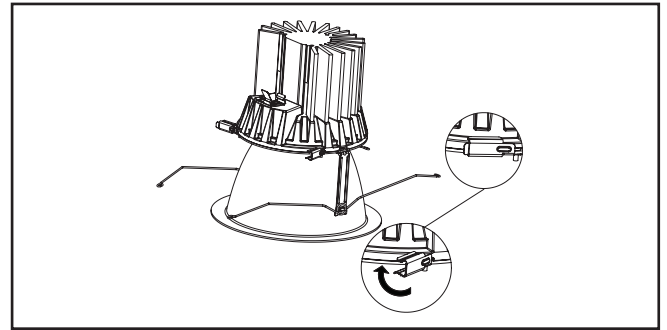

Figure 11.
4. Faites pivoter les fixations latérales (3) en place pour fixer fermement l'assemblage de la garniture au moteur-générateur de lumière à DEL. (Figure 11).